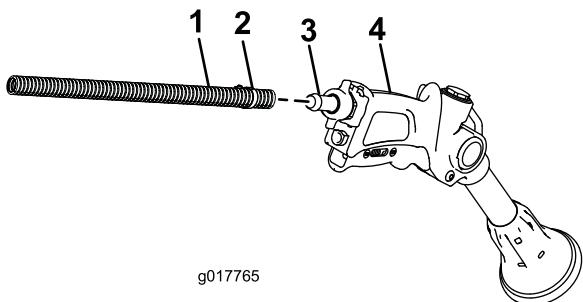

Bild 20
- Schließen Sie das freie Ende des langen Schlauches am Anschlussstück an der Spritzpistole an (Bild 20).